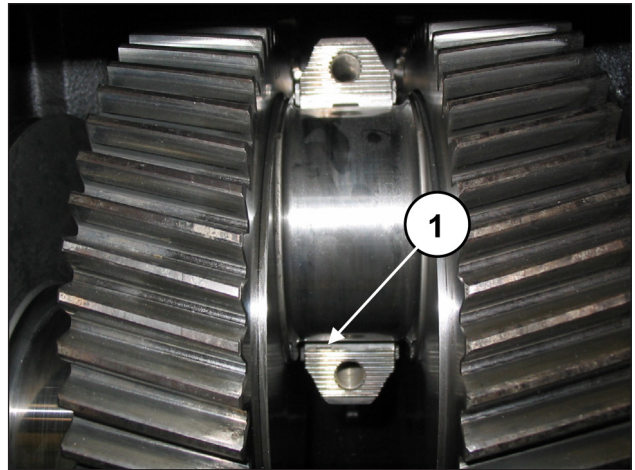

Fig. 81
Para uma montagem correta dos semi-rolamentos, certifique-se de que a lingueta de referência dos semi-rolamentos esteja posicionada na caixa adequada sobre a semi-haste (pos. ①, Fig. 81).